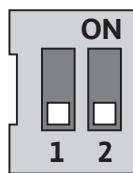

Fig. 28 : Interrupteur DIP
Les interrupteurs DIP (Fig. 9, pos. 6/Fig. 28) se trouvent sous le capot du boîtier.